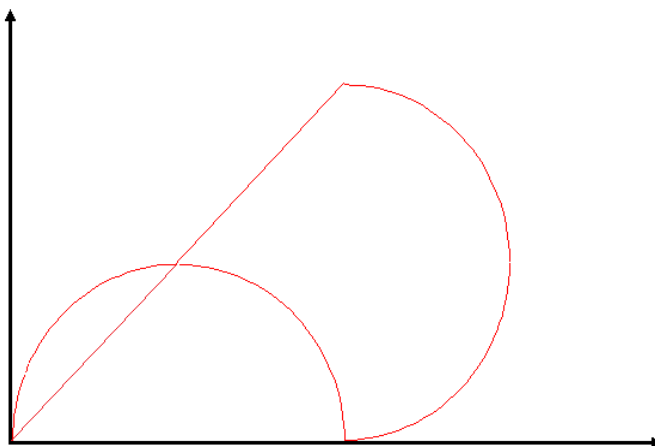
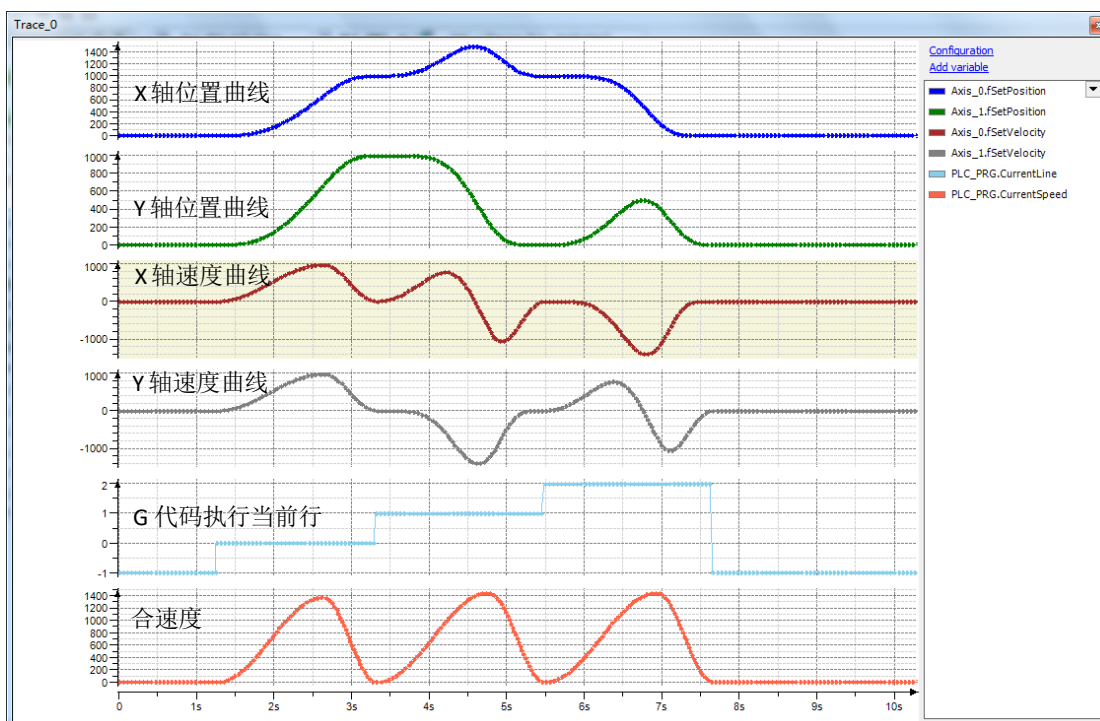

图 8.33 G 代码插实际位置轨迹
图 8.34 Trace 采集的各参数曲线
5) 程序完成后，编译下载到控制器中执行，并将变量 CanStart 强制改为 TRUE，启动三轴 G 代码连续插补，程序运行结果参见图 8.33 和图 8.34。